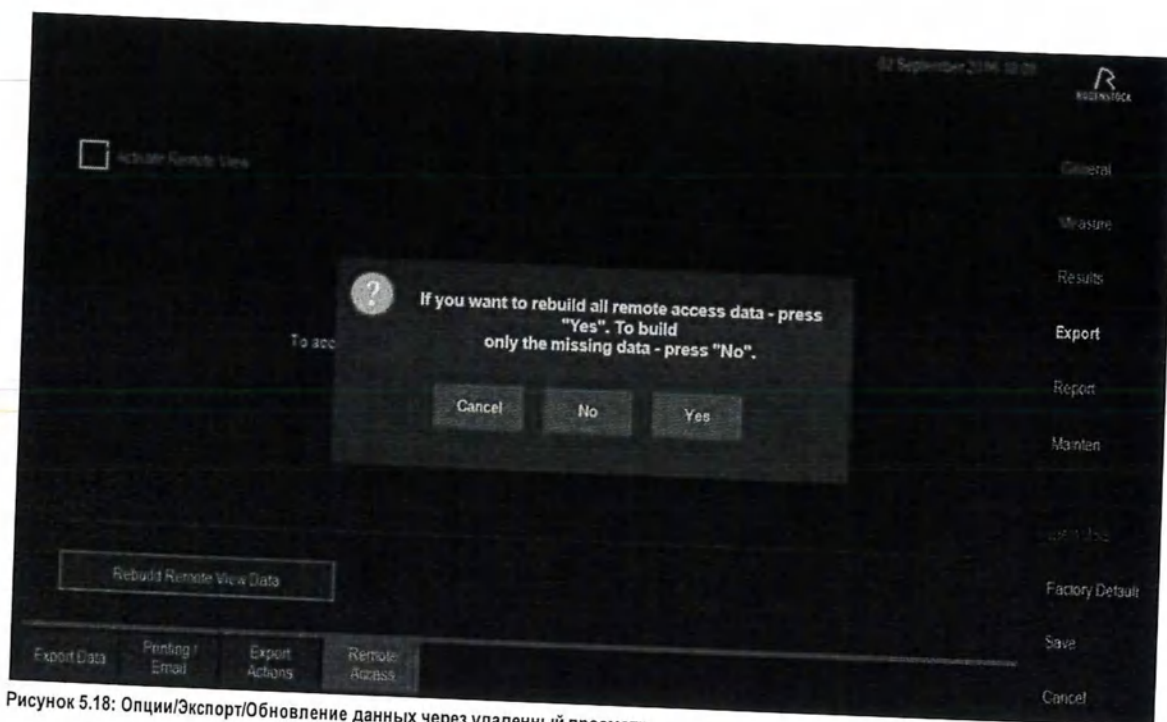

Рисунок 5.18: Опции/Экспорт/Обновление данных через удаленный просмотр
Вы можете экспортировать данные, которые не видны через удаленный просмотр на более позднем этапе. Вы можете экспортировать только неотраженные результаты измерений или всю базу данных. Последний вариант занимает некоторое время и может снизить производительность сканера DNEye Scanner 2+ во время восстановления базы данных. Поэтому рекомендуется выполнять эту операцию, если сканер DNEye 2 Scanner 2+ не используется. Выберите кнопку "Обновить данные через удаленный просмотр" (2). Появится следующий экран (Рис. 5.18). Выберите нужную опцию.